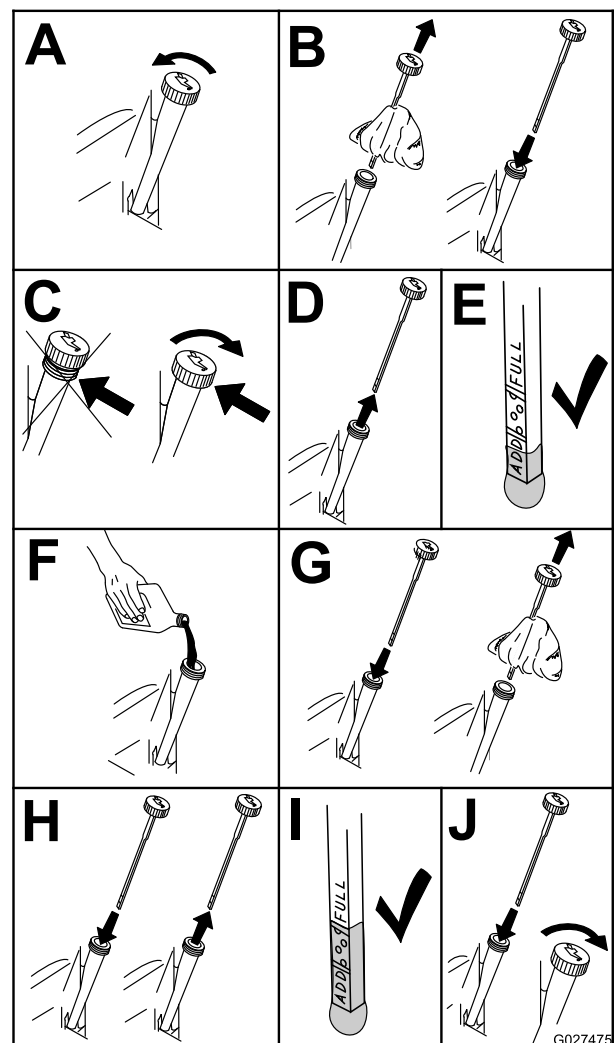

Bild 45
4. Stellen Sie vor dem Verlassen des Fahrersitzes den Motor ab, ziehen Sie den Schlüssel ab und warten Sie, bis alle rotierenden Teile zum Stillstand gekommen sind (Bild 45).